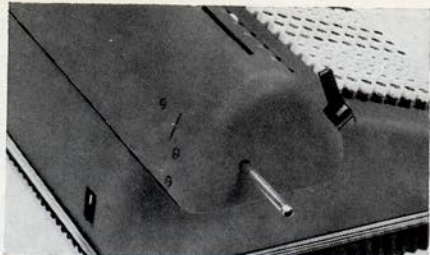

Abb. 1
1. **Abnehmen des Schlittens** (Abb. 1)